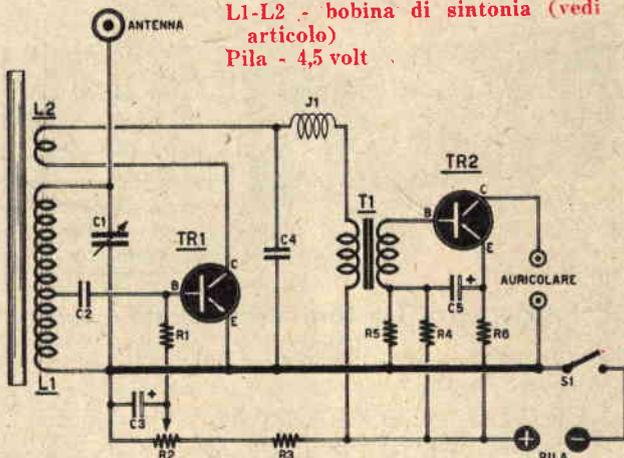

Fig. 3
**Fig. 3 - Schema elettrico del secondo ricevitore descritto nell'articolo che si differenzia dallo schema di figura 1 per l'impiego di un transistore tipo NPN in alta frequenza. Per TR1, in luogo dell'OC45 utilizzato nello schema di figura 1, si impiegherà un transistore tipo 2N233 o 2N169. Per la realizzazione pratica di questo ricevitore serve, come guida, lo schema di fig. 2.**